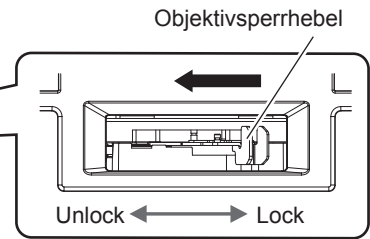

Abb. 3
3) Bestätigen Sie, dass der Objektivsperrhebel auf der Seite Unlock positioniert ist. (Abb. 3)
- Wenn sich der Objektivsperrhebel auf der Seite Lock (Abb. 5) befindet, drücken Sie den Objektivsperrhebel ein und drehen Sie ihn zur Seite Unlock (Abb. 3).
3) Halten Sie das Projektionsobjektiv fest, drücken Sie den Objektivsperrhebel ein und drehen Sie ihn zur Seite Unlock. (Abb. 3)